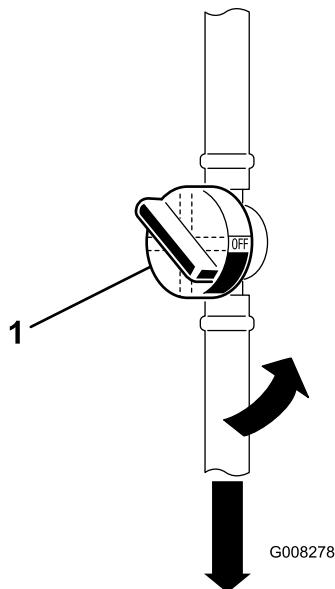

Bild 28
7. Drücken Sie die Enden der Schlauchklemmen zusammen und schieben diese weg vom Kraftstofffilter (Bild 28).
6. Schließen Sie den Kraftstoffhahn (Bild 28).